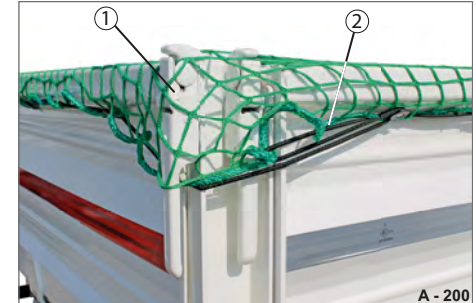

Abb. 212 Abdecknetz an Eckrungen
- ▶ Umschlingen Sie das Expanderseil (Abb. 212/2) an den Eckrungen (Abb. 212/1) um die Verschlüsse.